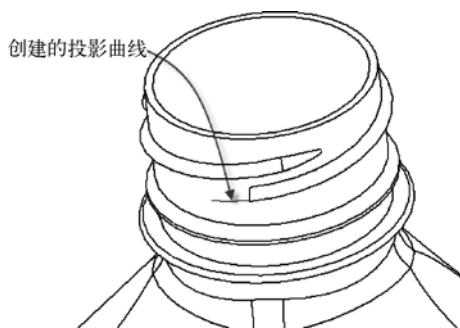

图 13-95 创建投影线 2
- 8 单击“投影曲线”选项卡中的“完成”按钮, 创建的投影曲线如图 13-95 所示。